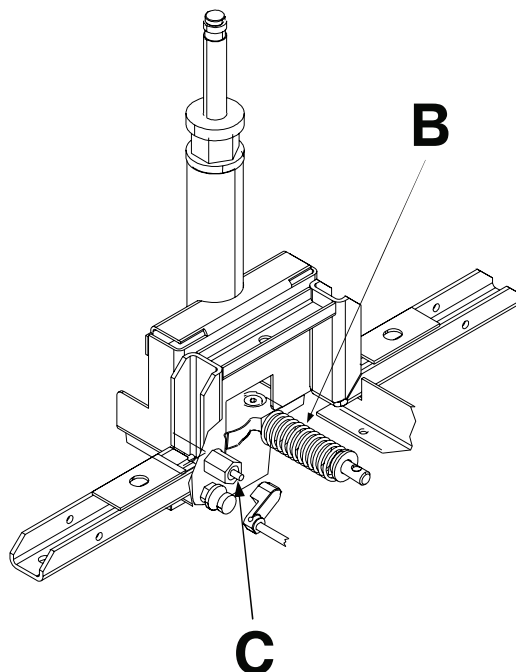

Figure 4 – Ressorts de vérin et broches de la valve de descente
2. S'ils sont secs, appliquer une fine couche de graisse OG2 (M0027) sur les ressorts du vérin (B) (Figure 4).
3. Appliquer de la graisse OG2 (M0027) sur les broches de la valve de descente (C) (Figure 4).